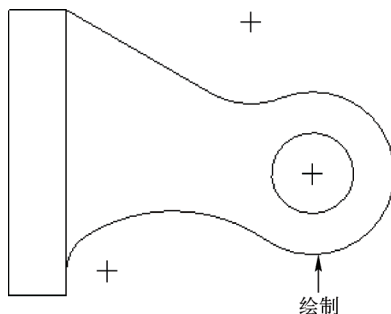

图 2-60 通过“同心”命令绘制圆弧
STEP 04 在绘图区中右上方的合适端点上单击鼠标左键，确认起始点，移动鼠标指针至右下方端点上并单击鼠标左键，确认终点，单击鼠标中键，即可通过“同心”命令绘制圆弧，效果如图 2-60 所示。